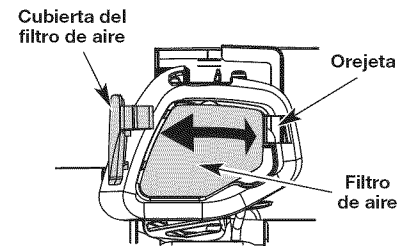

Fig. 16
1. Abra la cubierta del filtro de aire presionando hacia dentro la lengüeta de traba y sacando la cubierta del filtro (Fig. 16).
2. Retire el filtro de aire (Fig. 16).
6. Vuelva a colocar el filtro de aire en la placa de base (Fig. 16).
7. Vuelva a instalar la tapa del filtro de aire. Coloque las dos pequeñas lengüetas de la cubierta del filtro de aire sobre las dos ranuras de la placa posterior y presione la cubierta hacia abajo, cerciorándose que la lengüeta y la ranura estén bien alineadas, hasta que encaje en su lugar (Fig. 16).